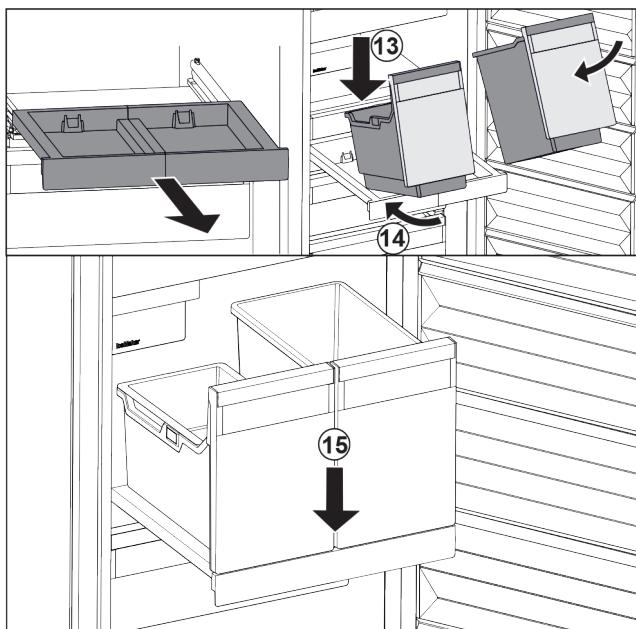

Fig. 110
- Поставете съда под ъгъл върху изтеглящата се дъска. Fig. 110 (13)
- Вкарайте съда под ъгъл назад. Fig. 110 (14)
- Спуснете съда отпред. Fig. 110 (15)